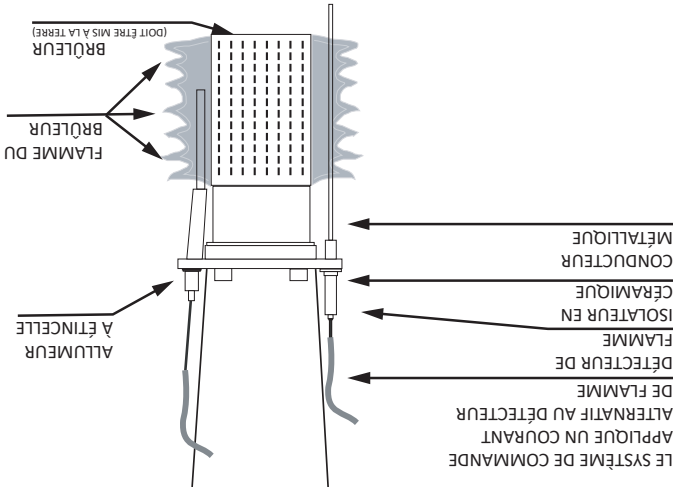

Figure 14. Détecteur de flamme et brûleur
- a. Retirer le connecteur du détecteur de flamme. Voir le détecteur de flamme à la **Figure 14** (page 34).